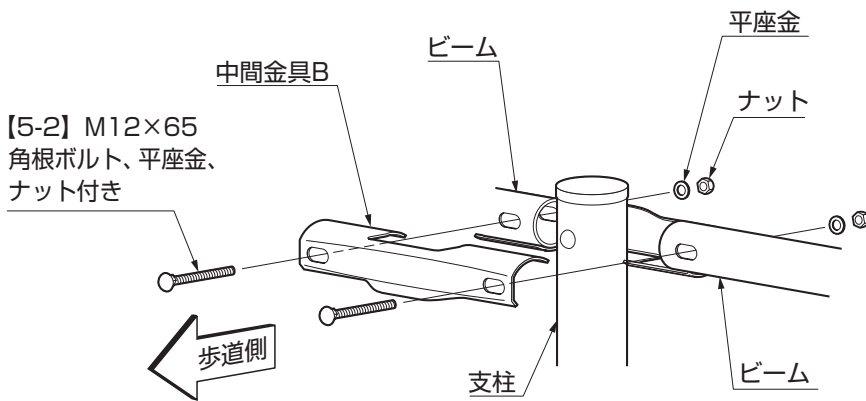

図3-2
- ② ビームを中間金具Aにのせてください。(図3-2参照)
- ③ 中間金具Bをビームに、【5-2】で固定してください。(図3-2参照)